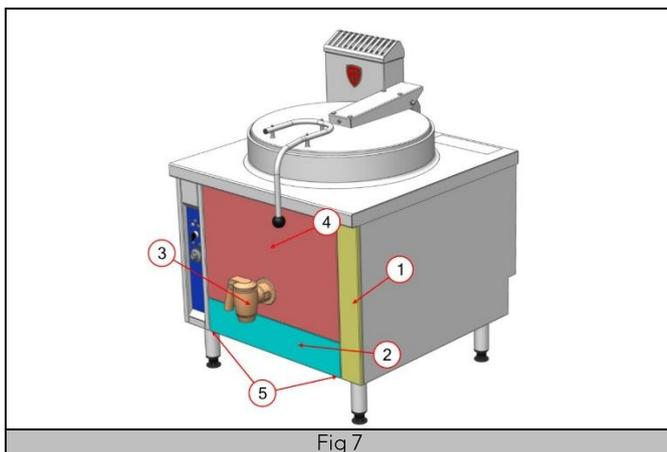

Fig 7
- Le venturi est accessible après dépose des habillages (Fig 7 Rep1,2,3,4 et Rep 5 fixation des vis)